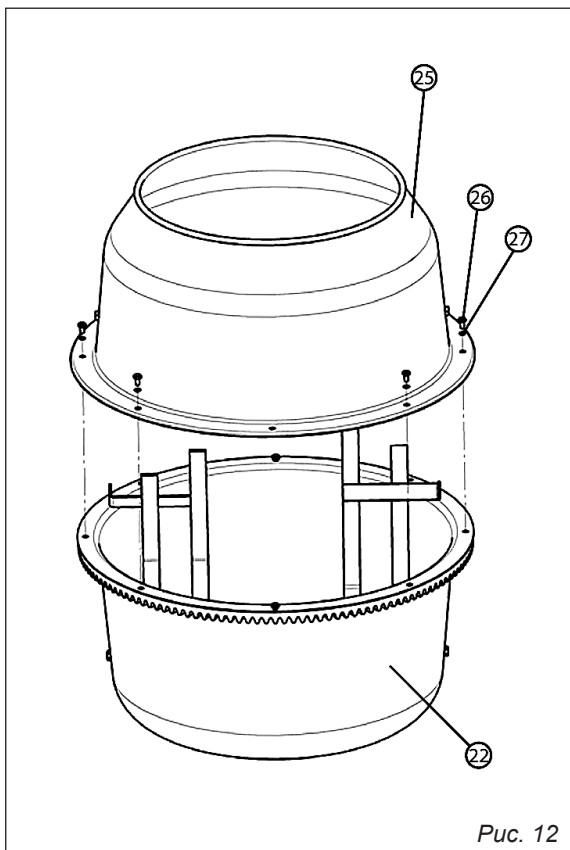

Рис. 12
6.7. Установка верхней половины бака (рис. 12)